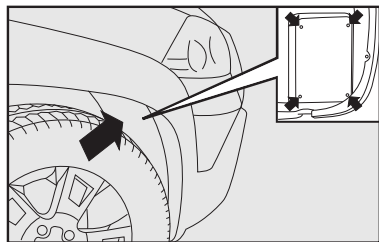

fig. 29
1) retirar a tampa de inspeção dos faróis de longo alcance, localizada no interior do vão da roda **fig. 29**, utilizando uma chave phillips nos parafusos indicados no detalhe **fig. 29**.